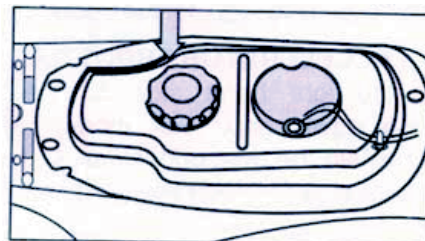

Fig. 28
6.1 Il serbatoio si trova sotto il sedile (Fig. 28) ed è accessibile solo quando il sedile è aperto ed alzato. Per mettere del carburante svitare il tappo e richiuderlo dopo aver fatto rifornimento.